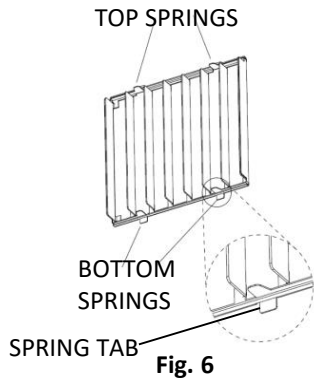

Fig. 6
2. First insert BOTTOM SPRINGS on the LOUVER into the BOTTOM GROOVE in the luminaire (Fig. 6 & 7)
3. While pushing down TOP SPRING TABS, rotate LOUVER toward the TOP GROOVE in the luminaire until it hits the FRONT STEP on the luminaire. Release the TOP SPRING TABS into the TOP GROOVE (Fig. 6, 7 & 8).
2. Installer d'abord les RESSORTS INFÉRIEURS sur le PARALUME dans la RAINURE INFÉRIEURE du luminaire (Fig. 6 et 7)
3. Tout en appuyant vers le bas sur la LANGUETTE DU RESSORT SUPÉRIEUR, faire pivoter le PARALUME vers la RAINURE SUPÉRIEURE du luminaire jusqu'à ce qu'il atteigne L'ARRÊT FRONTAL du luminaire. Enclencher la LANGUETTE DU RESSORT SUPÉRIEUR dans la RAINURE SUPÉRIEURE (Fig. 6, 7 et 8).